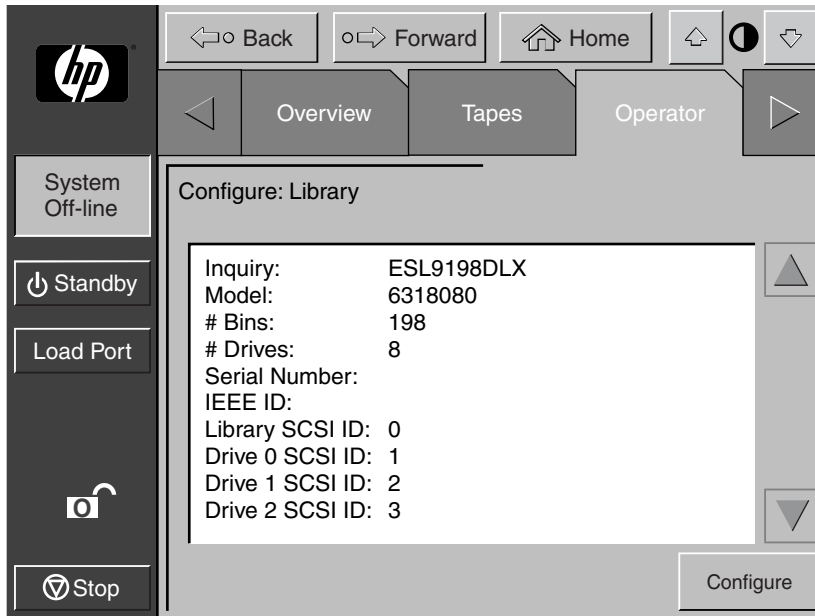

Figure 4-3 : Écran Configure: Library (librairie ESL9198 présentée)
1. Dans l'écran Operator (opérateur), appuyez sur le bouton **Configure Library** (configurer la librairie). Le panneau de contrôle affiche l'écran Configure: Library (configurer : librairie) (voir la figure 4-3).